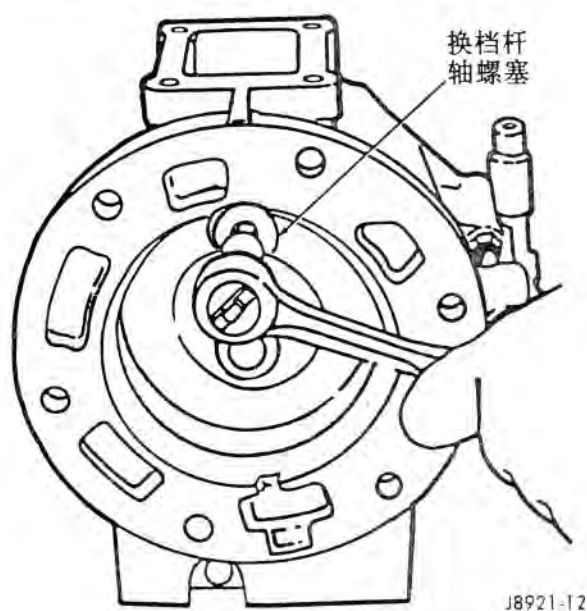

图 12 拆卸换档杆轴螺塞
(8) 拆除换挡杆轴螺塞 (图 12) 然后用大些的磁性吸杆把轴拉出。
(9) 用塑料槌轻轻敲打后壳体使之松动，拆下后壳体。